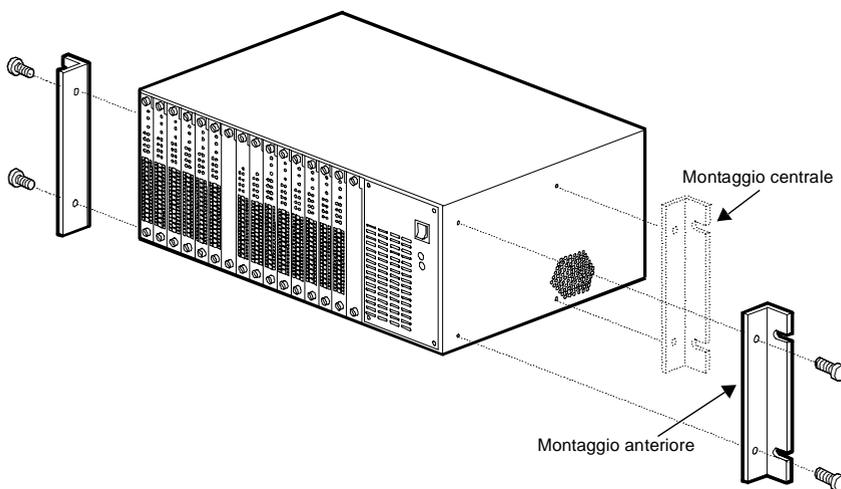

Figura 2-1. Montaggio delle staffe di estensione per montaggio in rack
2. Posizionare le staffe di estensione per il montaggio su rack su una delle due serie di fori filettati che si trovano sulla parte destra dello chassis, a seconda che si voglia procedere al montaggio frontale o centrale dello chassis nel rack. Vedere Figura 2-1.